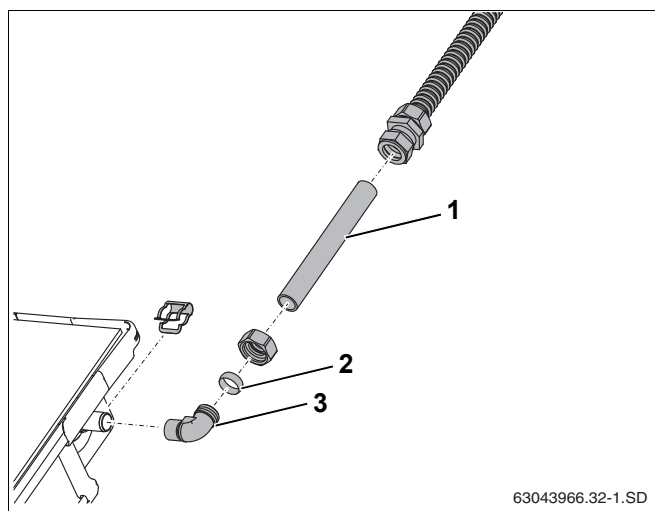

Рис. 61 Удлинение соединительной трубы
- ▶ Установите зажимное кольцо (рис. 61, поз. 2) и накидную гайку на уголок (рис. 61, поз. 3).
- ▶ Вставьте укороченную до требуемой длины трубу (18 мм, Рис. 61, поз. 1) в резьбовые соединения с зажимным кольцом.